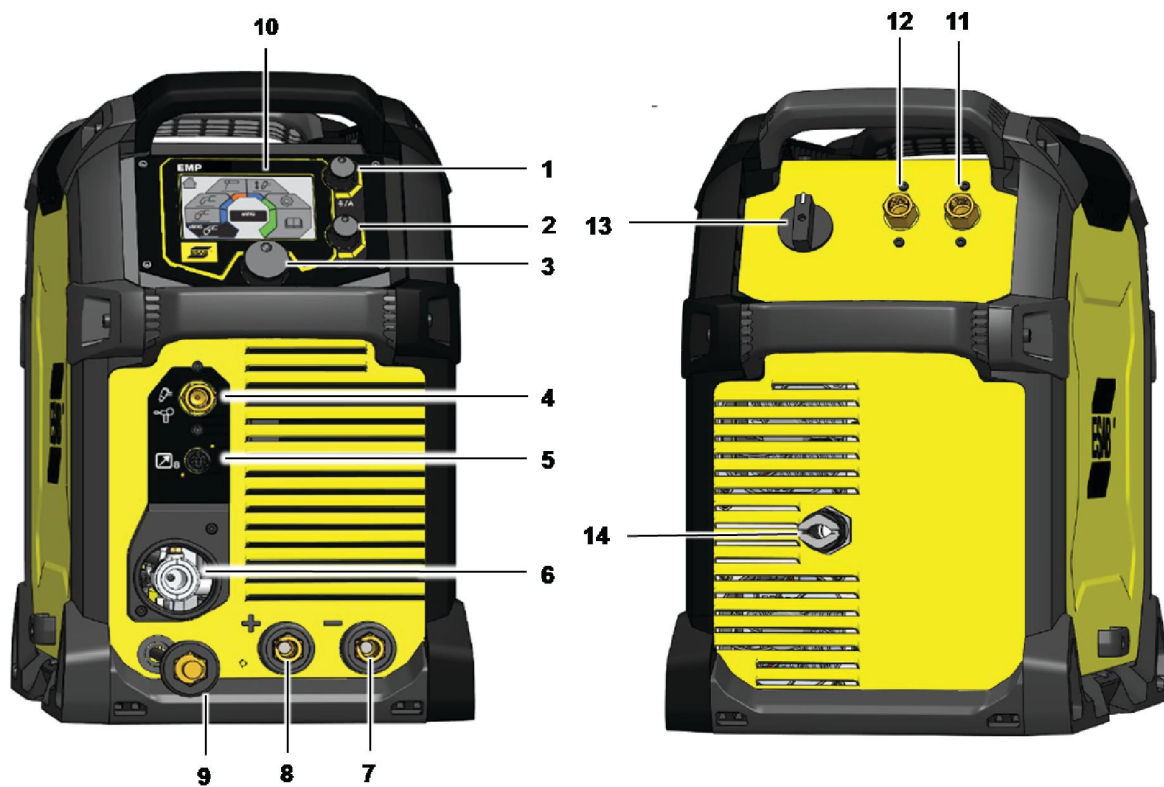

Figura 1. Vistas frontal y trasera: Modelo EMP 285ic
La fuente de alimentación tiene dos salidas para conectar los cables de soldadura y de retorno: un terminal negativo [-] (7) y un terminal positivo [+] (8) (consulte la Figura 1).
del cable de retorno (9). Conectar el conector de soplete a la conexión de soplete (6) (consulte la Figura 1).